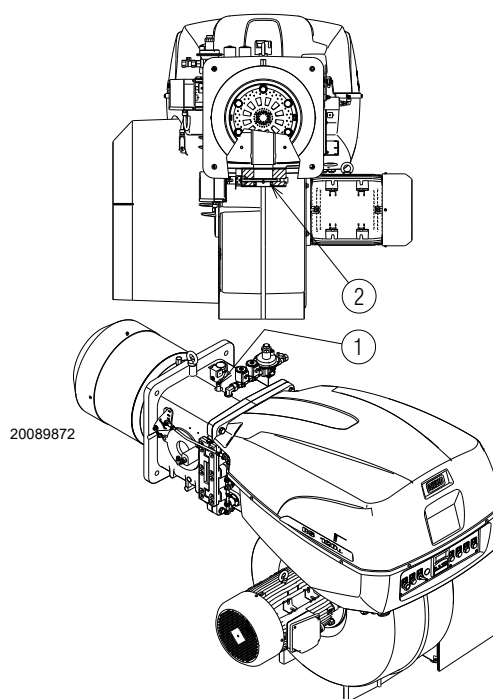

Fig. 21
Gasdruck, an der Entnahmestelle 1)(Fig. 21 auf Seite 22) gemessen mit:
Strömungsverlust Gasdrossel 2)(Fig. 21 auf Seite 22) bei maximaler Öffnung: 90°.
- Ziehen Sie vom Gasdruck am Anschluss 1)(Fig. 21 auf Seite 22) den Druck in der Brennkammer ab.
Gasdruck an der Entnahmestelle 1)(Fig. 21) = 59,2 mbar
Um stattdessen den an der Entnahmestelle 1) notwendigen Gasdruck zu ermitteln (Fig. 21), nachdem die höchste Modulationsleistung festgelegt wurde, bei der Brenner arbeiten soll:
- Lesen Sie rechts, in Spalte 1, den Druck an der Entnahmestelle 1)(Fig. 21) ab.
An der Entnahmestelle 1)(Fig. 21) erforderlicher Druck.